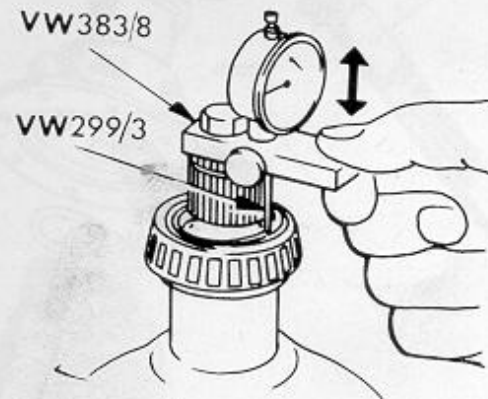

Bild 84
- Abstandshülse auf die Oberseite der geschliffenen Fläche des Seitenrades mit der kurzen Welle aufsetzen, wie es aus Bild 84 ersichtlich ist, und beide Anlaufscheiben in den Deckel einlegen.
- Die in Bild 84 unten gezeigten Werkzeuge am Ende der Welle so anbringen, daß der Taststift der Meßuhr gegen das Differentialgehäuse anliegt.